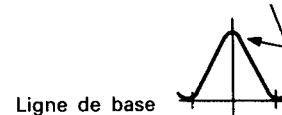

Fig. 22
4. Appliquer un signal faible du généscope sur TP2 du IC201. Régler T201 afin d'obtenir un gain maximum et la forme d'onde de la Fig. 22. Si le centre de la forme d'onde ne peut pas être aligné sur le marqueur, régler la balance droite/gauche.